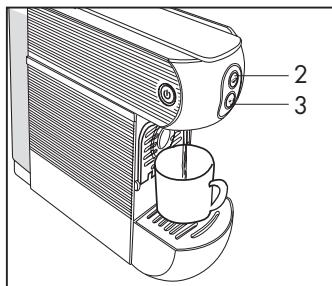

Abb. 6
- Wenn die Abgabetaste (2-3) fest leuchtet, ist das Gerät betriebsbereit. Drücken Sie nun die Abgabetaste (2). Aus dem Gerät läuft das Wasser (**Abb. 6**) solange bis die Abgabetaste (2) nach Erreichen der gewünschten Wassermenge wieder gedrückt wird. Das Gerät ist gereinigt, wenn mindestens 3 Tassen Wasser abgegeben worden sind.